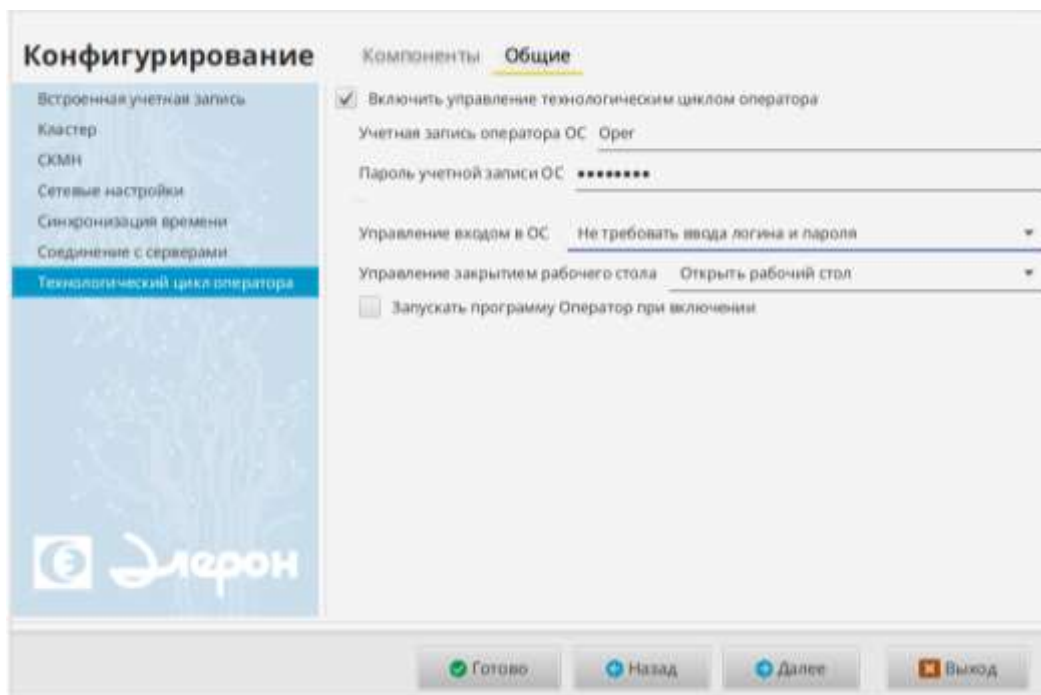

Рис. 157
3) на следующей форме в поле «Учетная запись оператора ОС» выбрать из выпадающего меню пункт «Требовать ввода логина и пароля» (Рис. 157);